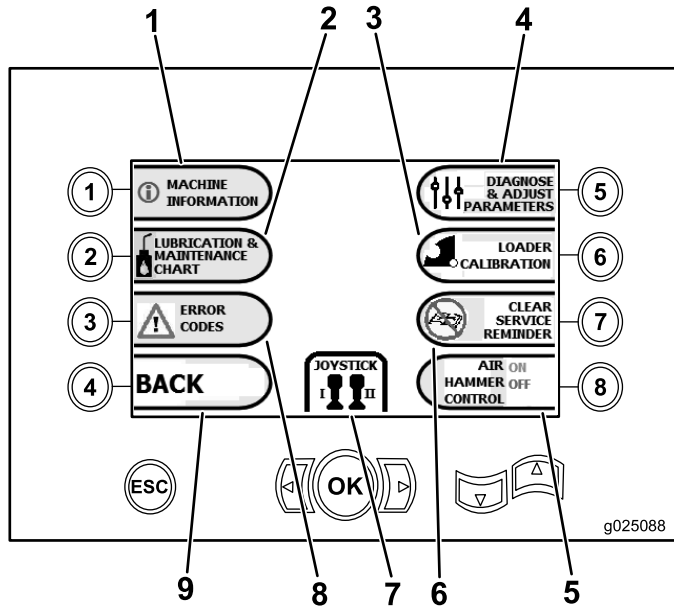

Figura 22
- Botón 1 — Volver a la Pantalla de información sobre la máquina \(página 28\), según se muestra en Figura 22
- Botón 2 – Cuadro de lubricación y mantenimiento (Figura 22)
- Botón 3 – Leer códigos de error (Figura 22)
- Botón 4 — Volver a la Pantalla de selección principal \(página 32\), según se muestra en Figura 22
- Botón 5 — Diagnóstico y Ajuste de parámetros (Figura 22)
- Botón 6 — Ajustar la calibración del cargador (Figura 22)
- Botón 7 — Borrar un recordatorio de mantenimiento (Figura 22)
- Botón 8 – Control del martillo neumático (Figura 22)
- Botón OK — Volver a la Pantalla de selección de controles \(página 27\), según se muestra en Figura 22